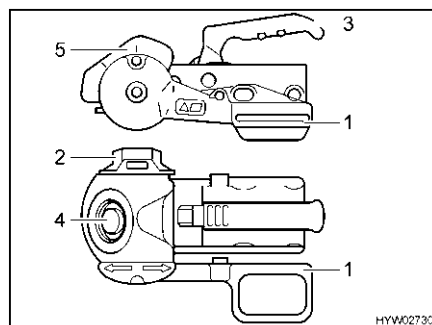

Bild 4 Sicherheitskupplung AKS 1300
- Stabilisierungshebel (Bild 4,1) in oberste Stellung bringen.
- Handrad (Bild 4,2) entgegen dem Uhrzeigersinn bis zum Anschlag in Offenstellung drehen.
- Kupplungsgriff (Bild 4,3) nach oben ziehen.
- Sichtkontrolle durchführen: Der grüne Zylinder der Sicherheitsanzeige (Bild 4,4) muss sichtbar sein.
- Stabilisierungshebel nach unten drücken, bis die Markierung auf dem Stabilisierungshebel mit der des Stabilisierungsgehäuses (Bild 4,5) übereinstimmt.